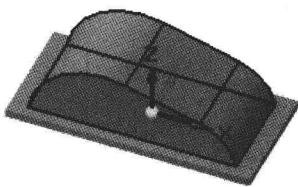
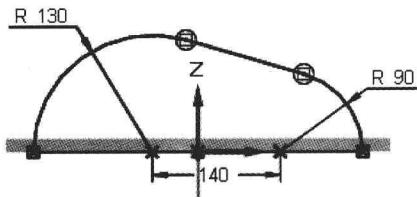

图 1.4 拉伸特征 2
图 1.5 截面草图
Step3. 创建图 1.4 所示的拉伸特征 2。在 **实体** 区域中单击 **拉伸** 按钮，选取前视图 (XZ) 平面作为草图平面，绘制图 1.5 所示的截面草图，绘制完成后，单击 **确定** 按钮，选择命令条中的“对称延伸”按钮 **对称**，在 **距离** 下拉列表中输入 160，并按 Enter 键，单击“拉伸”命令条中的 **完成** 按钮，单击 **取消** 按钮，完成拉伸特征 2 的创建。